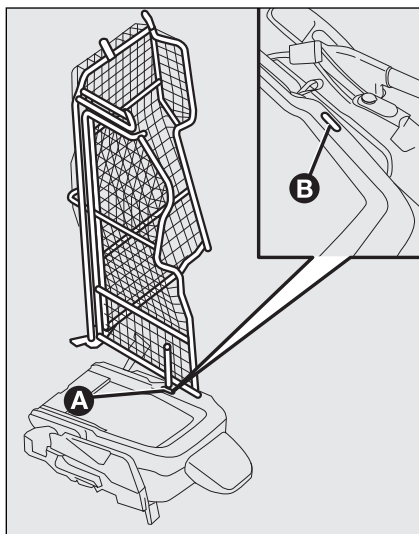

fig. 31
- ☐ haak vanuit de laadruimte de pen **A**-fig. 31 aan de achterzijde van de scheidingswand los, en steek de pen in de zitting **B** op de rugleuning van de neergeklapte stoel.